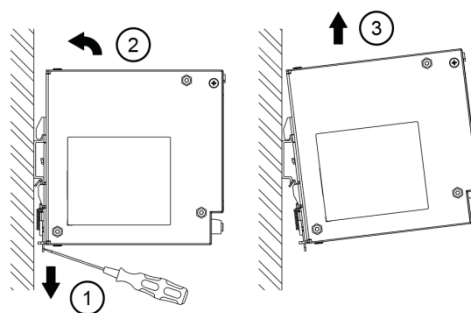

图. 6.2 拆卸
5. 拆卸时, 先用螺丝刀卸下栓锁如图 6.2 所示, 然后将 PSU 电源反向滑出, 松开栓锁后, 从导轨上取下。